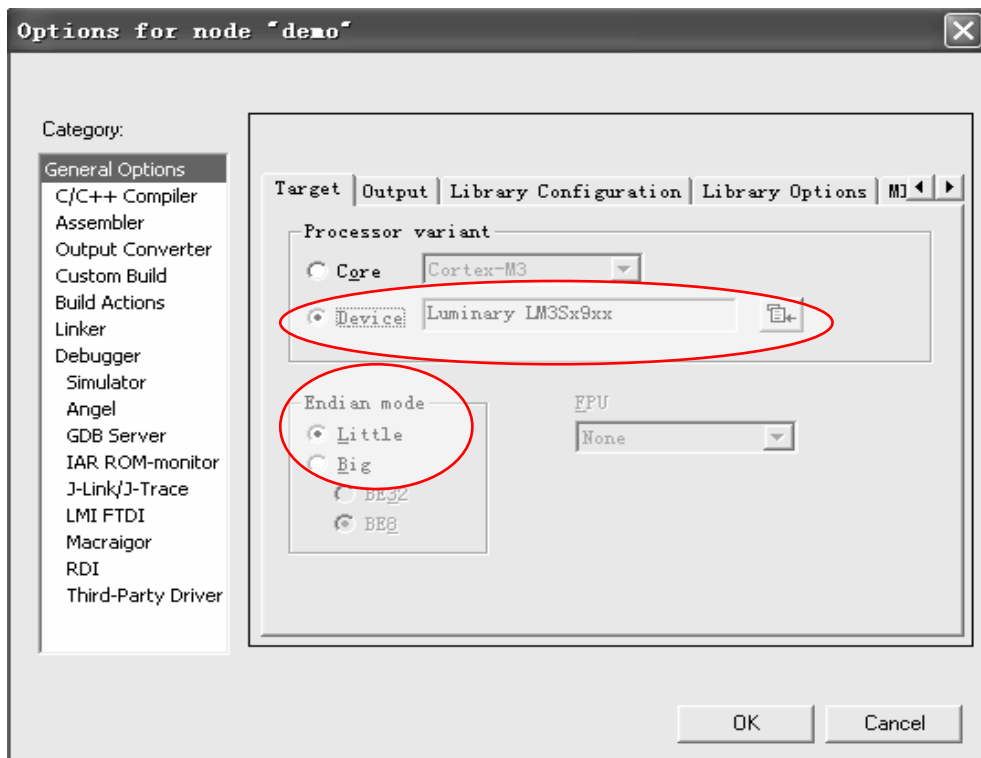

图 1.29 General Option 选项设置
- 在Processor Variant 框中选择Device。并点击右边的器件选择按钮，选择芯片型号Luminary LM3Sx9xx（针对不同型号芯片，可对其进行灵活选择）。同时Endian mode 选择Little。如图 1.29所示；